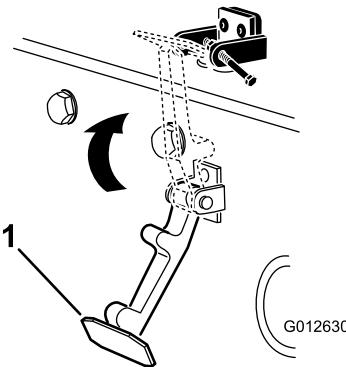

Figura 17
- Enganche el cierre en el cerradero del capó (Figura 17).